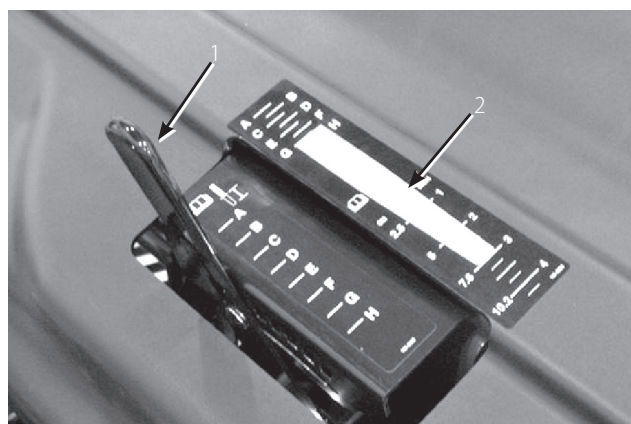

図 28
2. タインの打ち込み深さチャート(図28)の、希望する打ち込み深さの位置に、タインの端を合わせてみる。